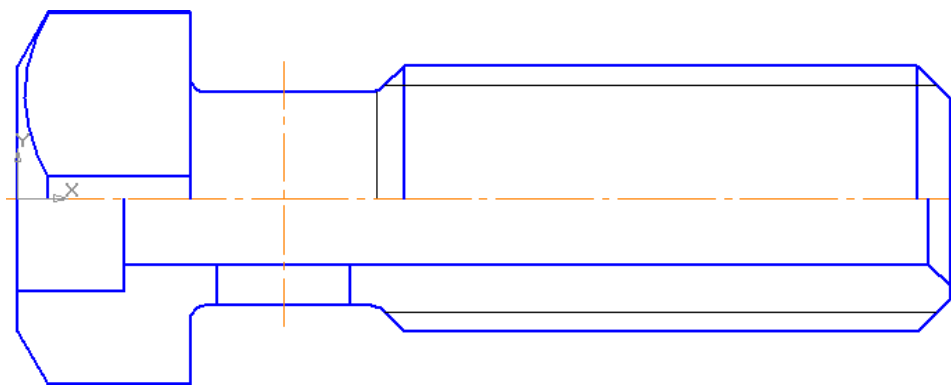

Рис. 7
5. Выполните изображение отверстия  $\varnothing 10$ . Для этого командой **Параллельный отрезок**  стилем «Осевая» на расстоянии 50 мм от правого торца проведите осевую линию, нажмите кнопку **Указать заново**  на Панели специального управления, измените стиль прямой на основную, укажите курсором построенную осевую линию, введите значение расстояния «5» и проведите вертикальные прямые (глобальная привязка «Точка на кривой» должна быть включена), рис. 7.